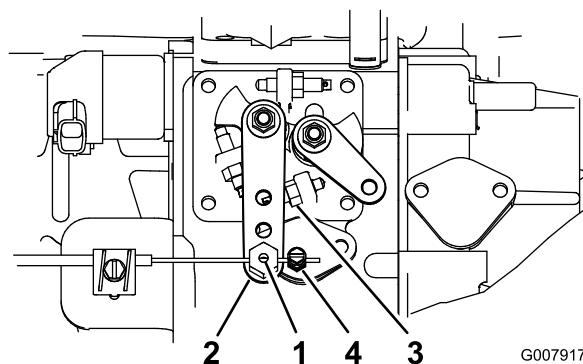

Figura 42
3. Mantenha a alavanca contra o travão de ralenti elevado (Figura 42).
2. Desaperte o dispositivo de ligação, no cabo do regulador, junto da alavanca da bomba de injeção (Figura 42).